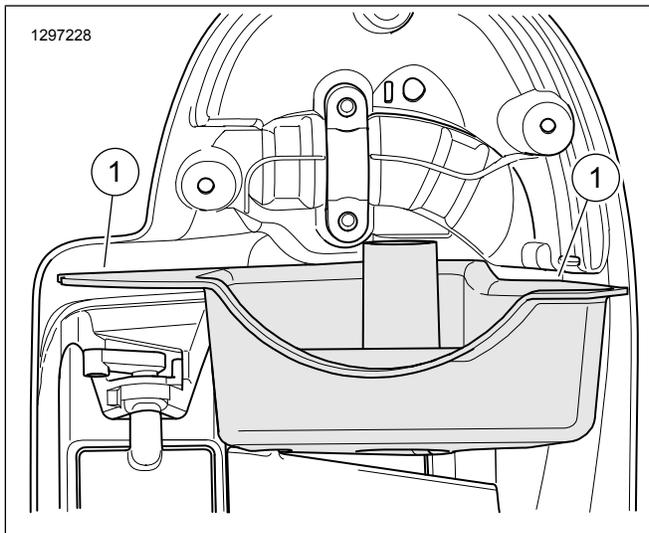

Abbildung 5. Dichtungspassfläche der unteren Verkleidung
5. Siehe Abbildung 5 >. Lautsprechergehäuse und Unterschale für den Einbau der Dichtung vorbereiten. Mit einem Gemisch aus 50-70 Prozent Isopropylalkohol und 50-30 Prozent destilliertem Wasser reinigen.